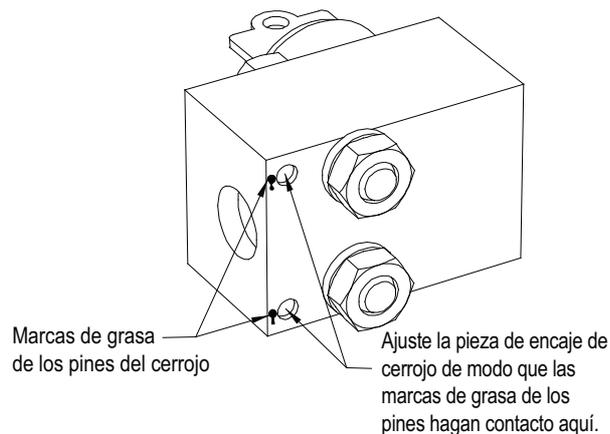

Figura 250 – Ensamblaje de cerradura montado en la puerta
4. Cierre con seguro la puerta del gabinete de modo que los pines en la cerradura de seguridad de la pieza de encaje hagan contacto con el ensamblaje de cerradura de seguridad. Ello dejará dos marcas de sellador de laca Torque Seal o grasa en el ensamblaje donde los pines hayan hecho contacto (vea la Figura 250 en la página 268).